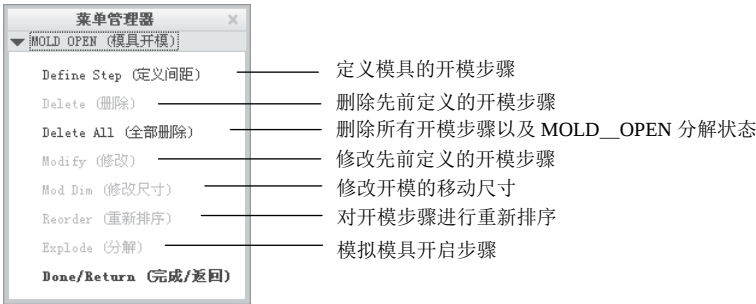

图 18.2.32 “模具开模”菜单
Step1. 单击 **模具** 功能选项卡  区域中的“模具开模”按钮 。系统弹出  **MOLD_OPEN (模具开模)** 菜单管理器。在弹出的图 18.2.32 所示的“模具开模”菜单中。